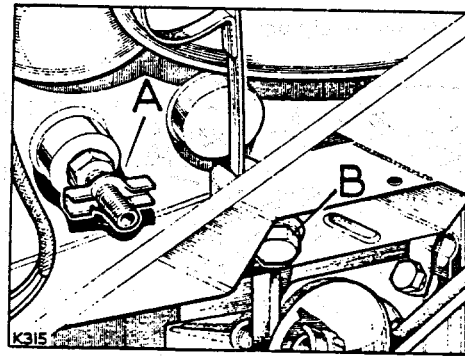

Abb. A1-7. Anordnung der Ablasshahnen
3. Die Kühlanlage mit Wasser füllen. Das Wasser zuerst bei den Hähnen ausfliessen lassen, bevor diese zuge dreht werden. Siehe Abb. A1-7 für die Anordnung der Ablasshähnen. Den oberen Wasserkasten bis 12–19 mm unterhalb des Einfüllstutzens füllen.